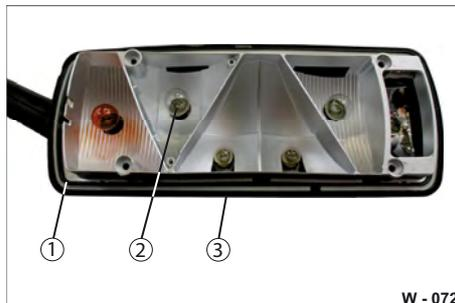

Abb. 70 Heckleuchte geöffnet
- ▶ Setzen Sie die äußere Lichtscheibe dicht auf das Gehäuse (Abb. 70/3).
- ▶ Achten Sie auf den richtigen Sitz der Dichtung (Abb. 70/1). Erneuert Sie beschädigte / gerissene Dichtungen.